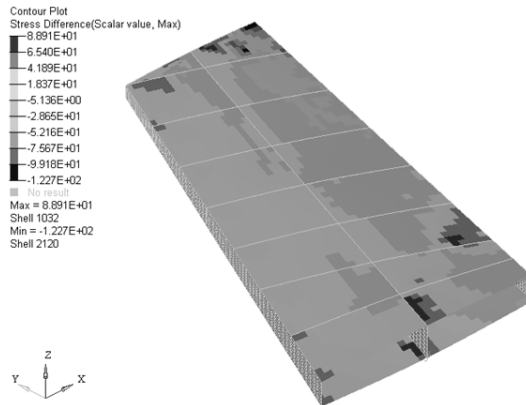

图 13-65 显示创建的结果
(15) 单击 OK 按钮。
(16) 在 Results Browser 中展开 Scalar 文件夹，单击 Stress Difference 旁边的图标生成如图 13-65 所示的云图。